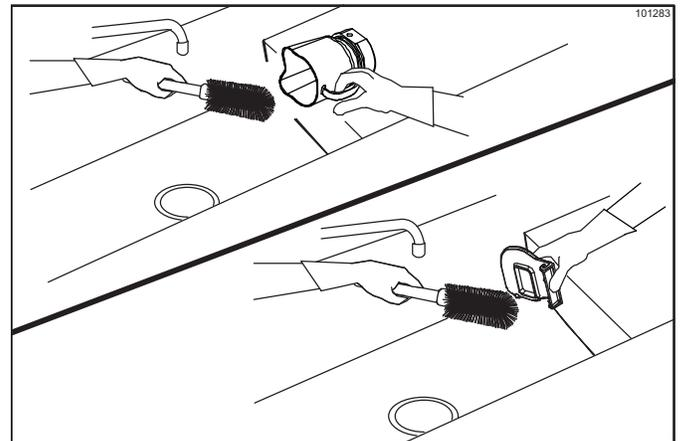

Figura 6-6
4. Lava las piezas en el fregadero. (Véase la figura 6-6).